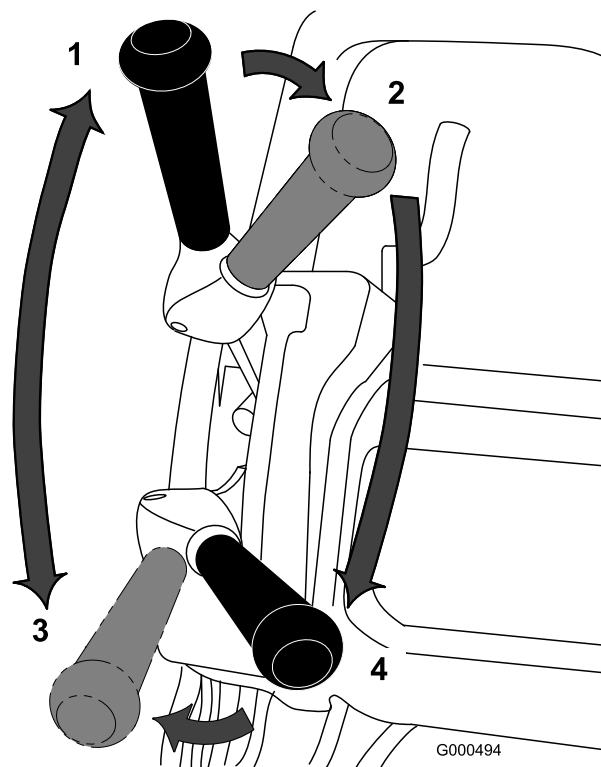

Figure 26
1. Mettez le moteur en marche, amenez la commande d'accélérateur en position de bas régime, appuyez sur le guidon pour relever le plateau de coupe, appuyez sur la commande de présence de l'utilisateur, amenez le levier de commande de déplacement en position engagée et transportez la machine à la lisière du green (Figure 26).
2. Placez le levier de commande de déplacement en position désengagée et engagez le levier de commande du cylindre (Figure 26).
l'avant de la machine et commencez à travailler (Figure 26).